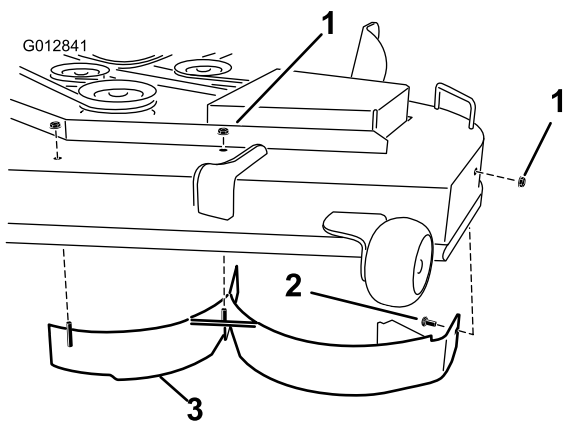

Bild 29
6. Entfernen Sie die zwei Sicherungsmuttern (5/16"), mit denen die geschweißten Streben des linken Ablenkblechs oben am Mähwerk in der Mitte und links von der Mittelstellung befestigt sind (Bild 29). Entfernen Sie die Schlossschraube und die Sicherungsmutter an der Seitenwand des Mähwerks, die das linke Ablenkblech am Mähwerk befestigen.
7. Entfernen Sie das linke Ablenkblech vom Mähwerk, wie in Bild 29 dargestellt.